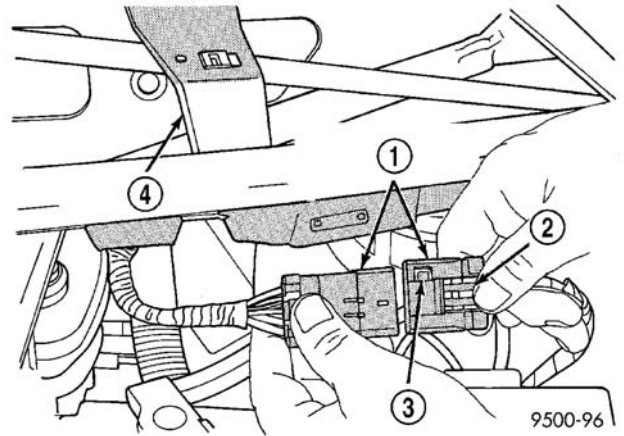

图8 刮水器模块接线器
- （5）断开刮水器模块接线器上的强制联锁（图8）。
（7）连接刮水器模块接线器上的强制联锁（图8）。